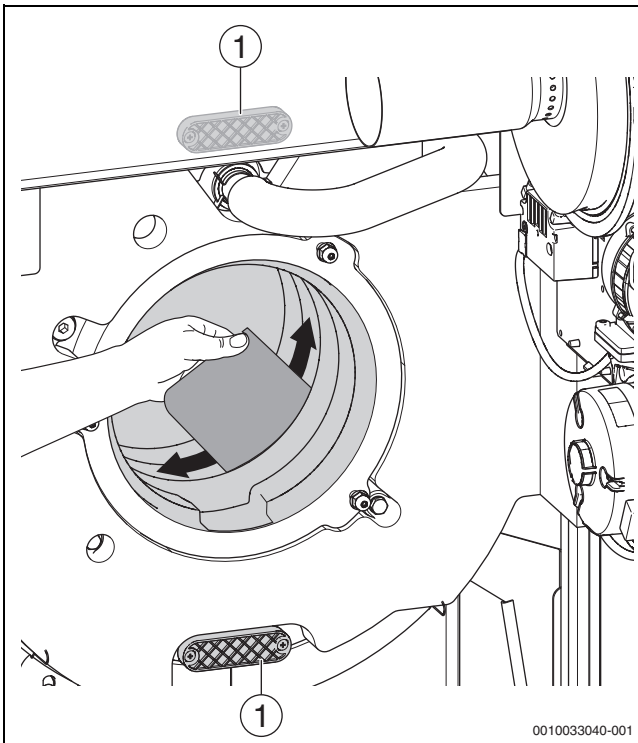

Bild 76 Heizgasspalte mit Reinigungsspachtel reinigen
- Befestigungsschrauben der beiden Reinigungsdeckel (→ Bild 76, [1]) entfernen.
- Heizgasspalte mit Reinigungsspachtel reinigen (→ Bild 76). Hinweise zur Reinigung beachten!